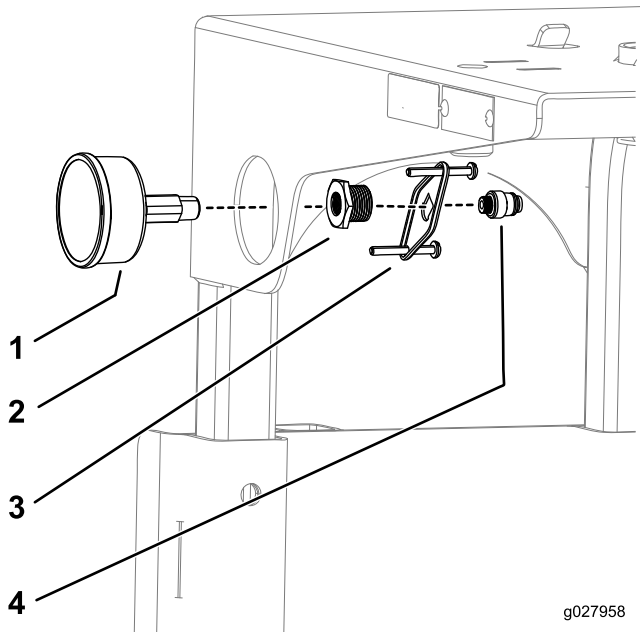

図 7
6. 水圧計のねじ山部にテフロンテープを巻き、図 7に示すように取り付ける。